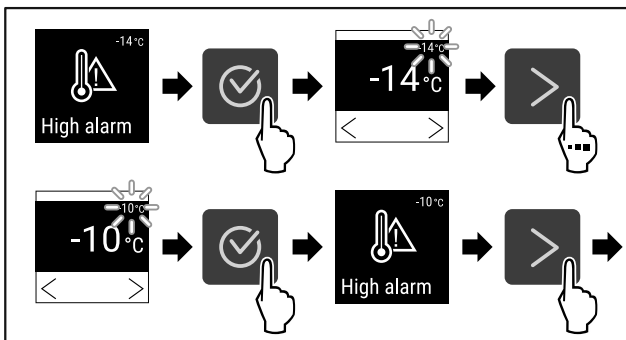

Fig. 98
- ▶ Провести етапи операцій (див. Fig. 98).